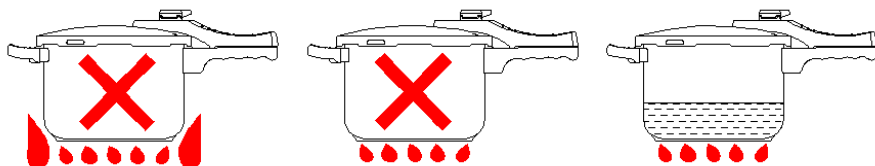

fig.6
- Dans le cas d'une cuisinière à gaz, la flamme ne doit pas dépasser le contour du fond (fig. 6).
- Ne laissez jamais le liquide s'évaporer complètement (« cuisson à sec »), car cela peut entraîner une surchauffe (fig. 6).